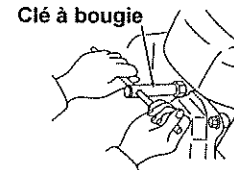
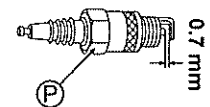

Fig. 31
Fig. 32
- 2 Sortez la Bougie d'allumage (P) à l'aide de la clé à bougie fournie. (Voir Fig. 31)
- 3 Changez la Bougie d'allumage (P) si une quantité importante de carbone s'est accumulée dessus ou si sa partie isolante est craquelée ou endommagée.
- 4 Nettoyez le carbone qui s'est accumulé sur l'électrode, et ajustez l'écartement des électrodes à 0,7 mm. (Voir Fig. 32)
- 5 Installez la Bougie d'allumage (P) et le Capuchon de bougie (Q).